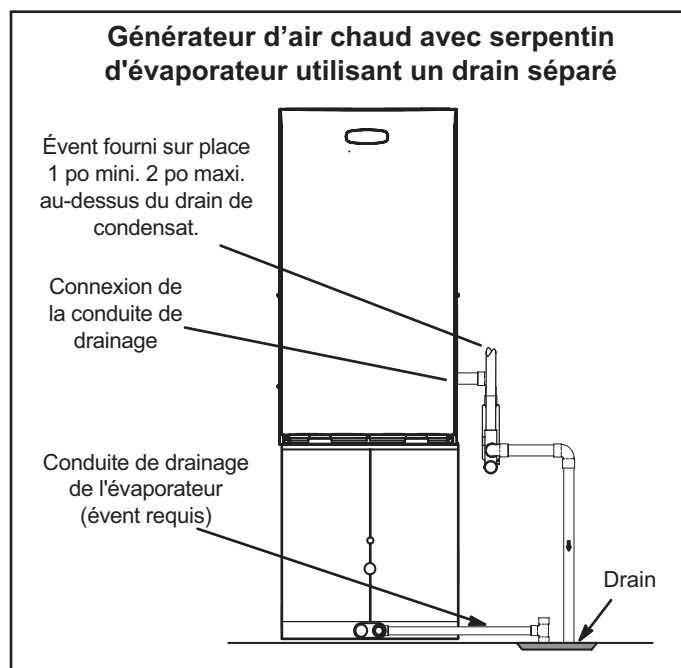
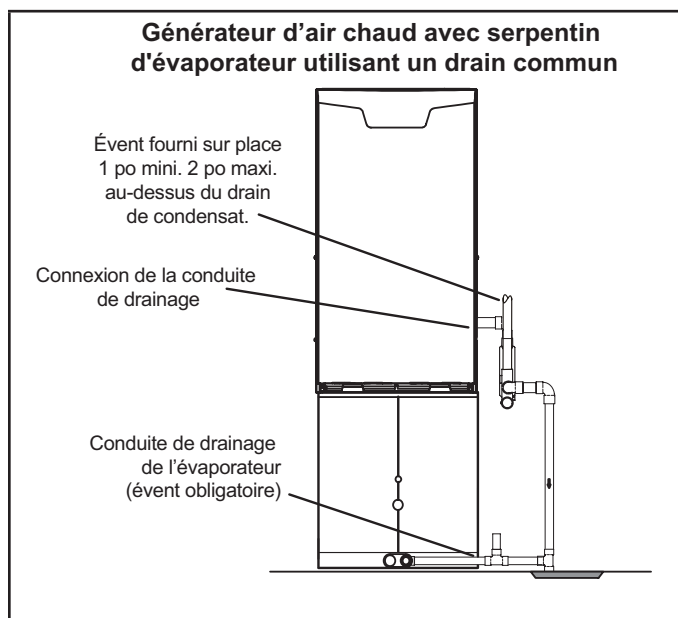

FIGURE 39
FIGURE 40
- 4 - La FIGURE 39 montre l'appareil et le serpentin d'évaporateur utilisant un drain séparé. Si nécessaire, la conduite de condensat de l'appareil et celle du serpentin d'évaporateur peuvent s'écouler ensemble. Reportez-vous à la FIGURE 40 et à la FIGURE 41. L'évacuation fournie sur place doit avoir une longueur comprise entre 1 po minimum et 2 po maximum au-dessus du raccord de sortie du drain de condensat.